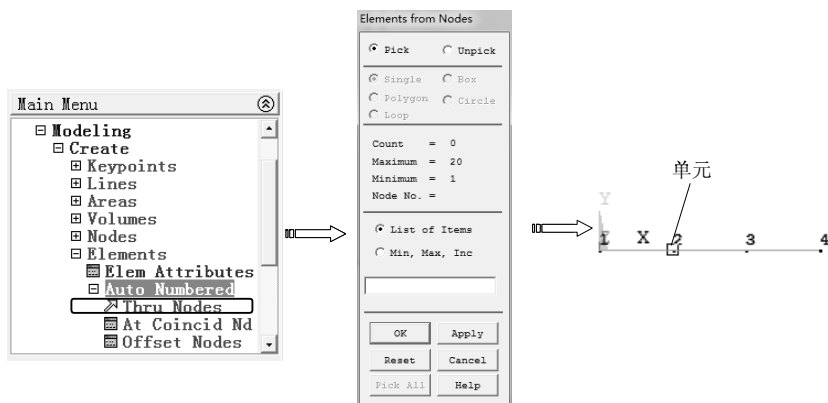

图 7-86 创建单元
8) 选择“Main Menu>Preprocessor>Modeling>Create>Elements>Auto Numbered>Thru Nodes”命令，弹出“Elements from Nodes”对话框，选择节点 2，单击“OK”按钮，创建一个单元，如图 7-86 所示。